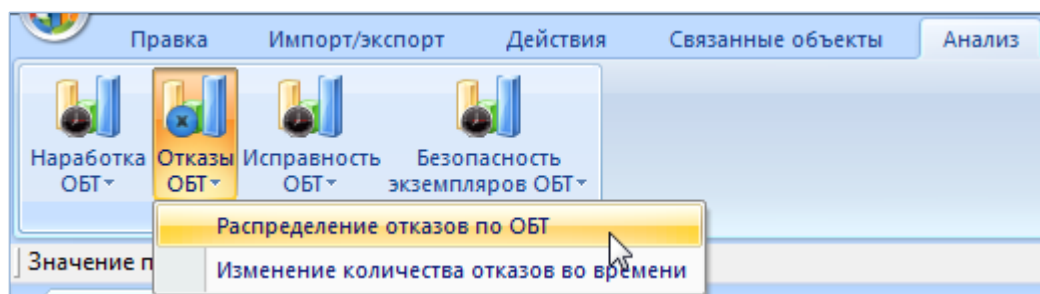

Рис. 26-66 – Выбор диаграммы по неисправностей
- 3) Нажать кнопку «неисправности ФИ» панели «Диаграммы» на вкладке «Анализ» и выбрать пункт «Распределение неисправностей по ФИ» (рис. 26-66).